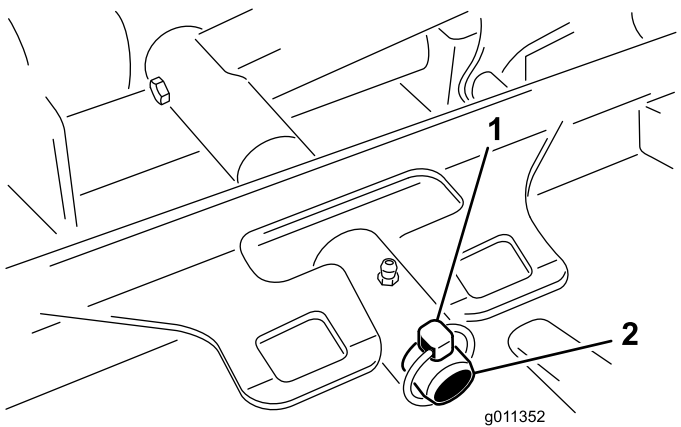

図 93
3. カッティングユニットのキャリアフレームを昇降アームのピボットピンに固定しているリンチピンをグランドマスター4500またはリテーナナットグランドマスター 4700を外す **図 93**。
2. カッティングユニットのキャリアフレームを昇降アームのピボットピンにセットする **図 93**。カッティングユニットをピンに取り付けるリンチピングランドマスター 4500またはリテーナナットグランドマスター 4700を使用する。